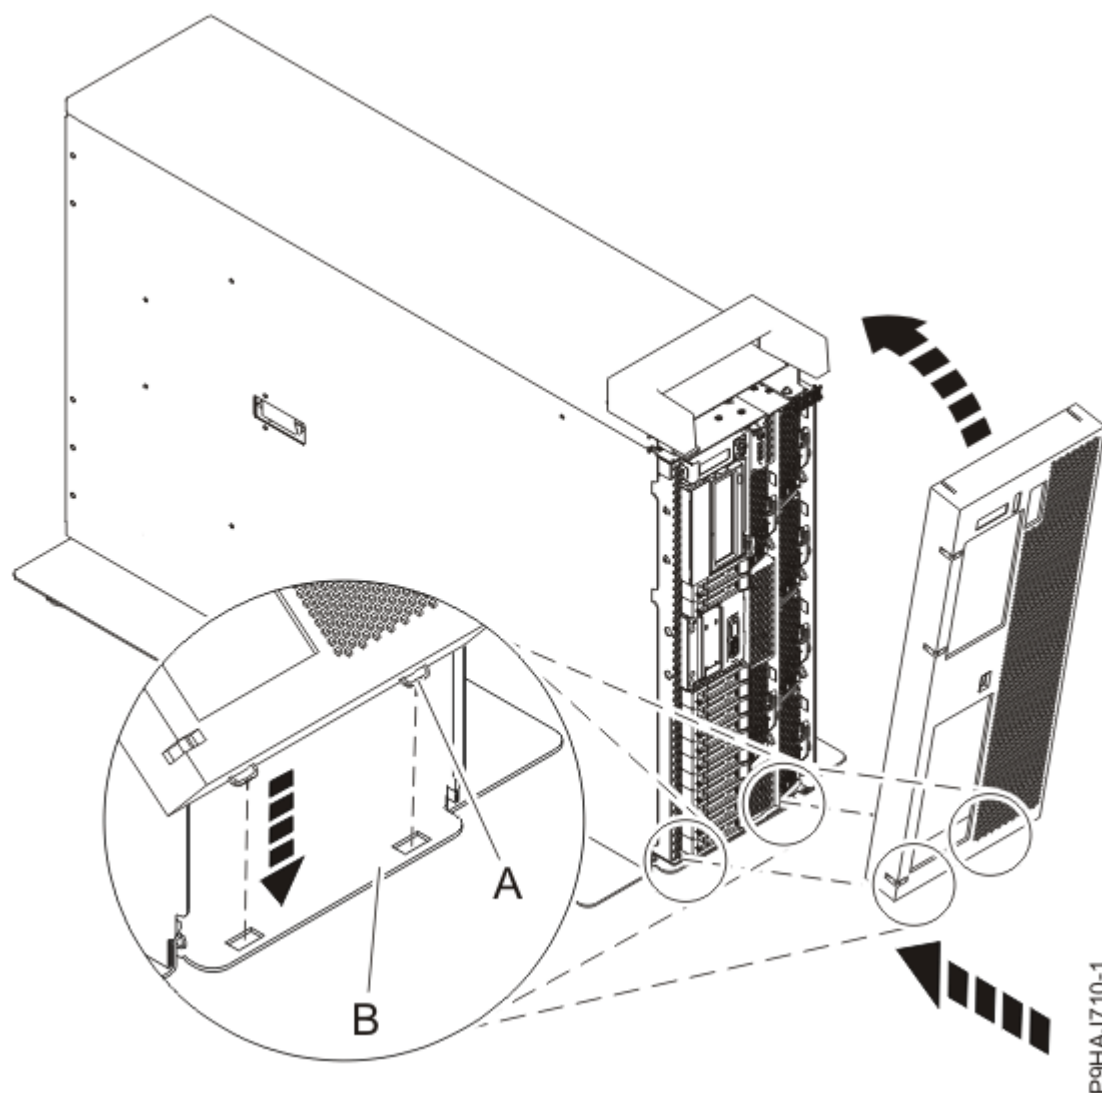

Figura 36. Instalando a tampa e a porta frontais
- b) Alinhe a tampa até que as duas guias da tampa **(A)** estejam assentadas nos slots na placa base **(B)**, como mostrado na Figura 36 na página 38.